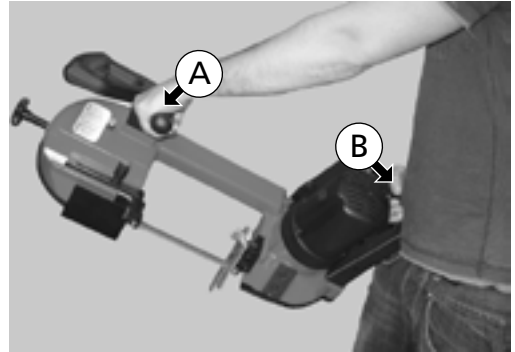
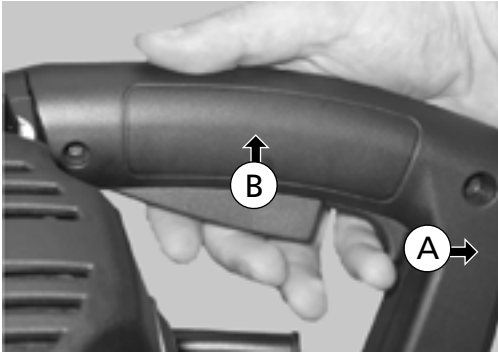

Abb. 42
Abb. 43
Um einen Handschnitt mit der Bandsäge als portables Gerät durchzuführen, den oberen Griff mit der linken Hand erfassen und den unteren Griff mit der rechten Hand (siehe Abb. 42).
Elemente auf Abb. 42
Die Bandsäge wie bereits in der Abb. 42 dargestellt festhalten und zuerst den Entsperrschalter (A) nach hinten und dann den Einschalter (B) nach oben drücken. Die beiden Schalter befinden sich am unteren Griff (Abb. 43).
Elemente auf Abb. 43